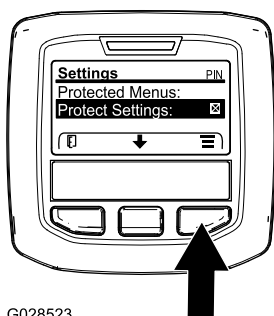

Figura 37
1. Desde el MENÚ PRINCIPAL, use el botón central para desplazarse hacia abajo hasta el menú CONFIGURACIÓN y pulse el botón derecho (Figura 37).